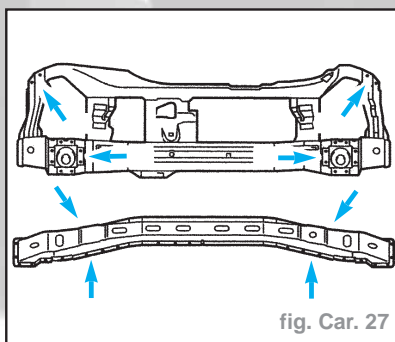

fig. Car. 27
- Réaliser le perçage en vue de la liaison par bouchonnage (fig. Car. 27).